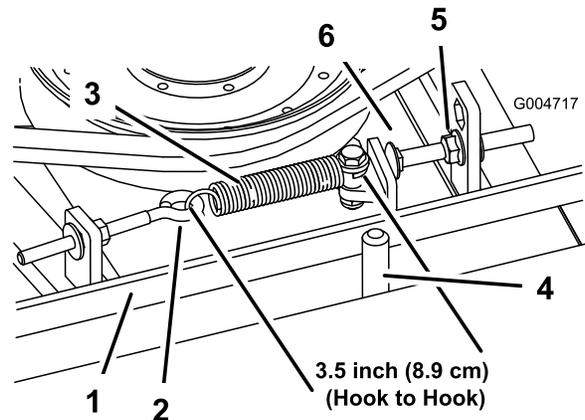

Figure 70
tendu, ajustez le boulon de butée (boulon de carrossier) jusqu'à obtenir un jeu approximatif de 3 +1,5/0,0 mm entre la tête du boulon et le bras de la poulie de tension (Figure 70).
Remarque: La courroie doit être placée du côté ressort du guide (Figure 70).
2. Desserrez le boulon à œil pour pouvoir enlever le ressort d'extension (Figure 70).
3. Desserrez l'écrou à embase qui fixe le boulon de butée à la patte de montage. Reculez l'écrou suffisamment pour que le bras de la poulie de tension passe le boulon de butée (Figure 70). Éloignez la poulie de tension de la courroie pour détendre cette dernière.
8. Raccrochez le ressort d'extension (Figure 70) au boulon à œil et tendez la courroie comme suit :